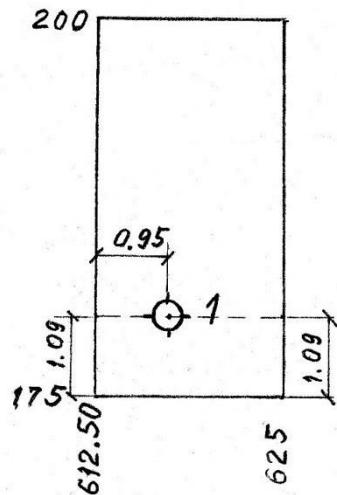

Рис. 4
*Пример.* Рассмотрим нанесение точки 1 теодолитного хода (см. рисунок 4).
Точка 1 ( $X_1 = 180,45$ ;  $Y_1 = 617,22$ ) будет лежать по оси X между линиями, оцифрованными 175 и 200, а по оси Y – между линиями 612,50 и 625 (рис.4). Для построения точки откладываем по боковым сторонам от горизонтальной линии с цифрой 175 отрезки ( $180,45 - 175$ ): 5 = 1,09 см. Соединяем их линией и на ней от вертикальной стороны квадрата, обозначенной 612,50 откладываем отрезок, равный ( $617,22 - 612,50$ ): 5 = 0,95 см и получаем точку 1. Следует напомнить, почему делится разность координат на 5, так как масштаб 1:500 в пояснительный переведённый, означает в 1 см 5 м, отрезки получаем в см.